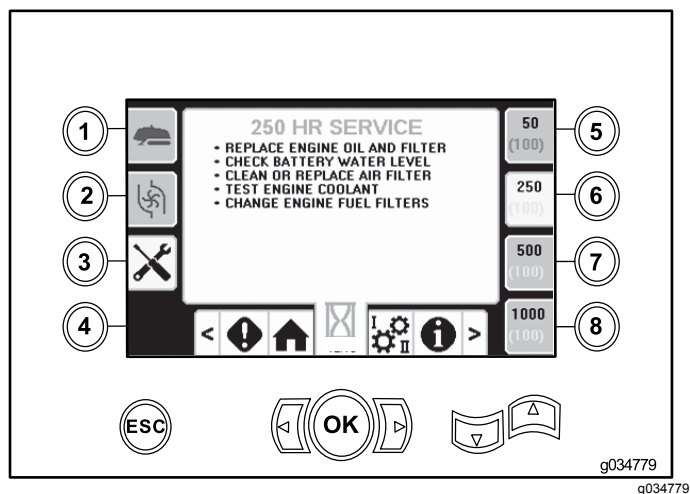

Figura 45
- Botão 6 – 250 horas (Figura 45)